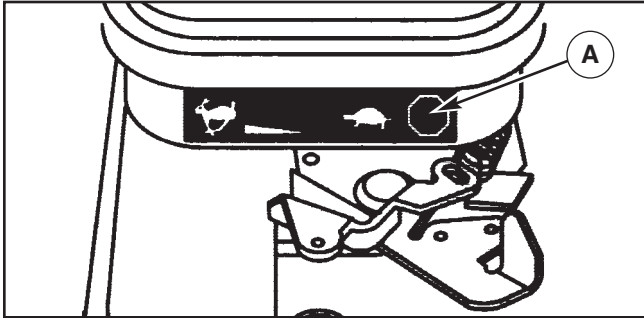

Figura 12 — Control de la válvula de admisión
2. Mueva el acelerador a la posición “Slow” (Lento), y luego a la posición “Stop” (Parada) (A) (Figura 12).